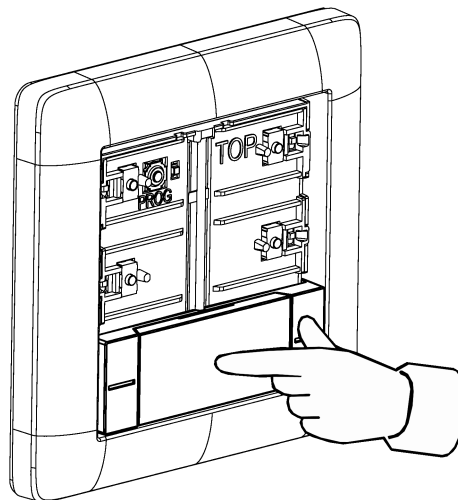

Figura 6: Presionar el centro del interruptor basculante de mando
- Presionar el centro del interruptor basculante de mando (véase figura 6).